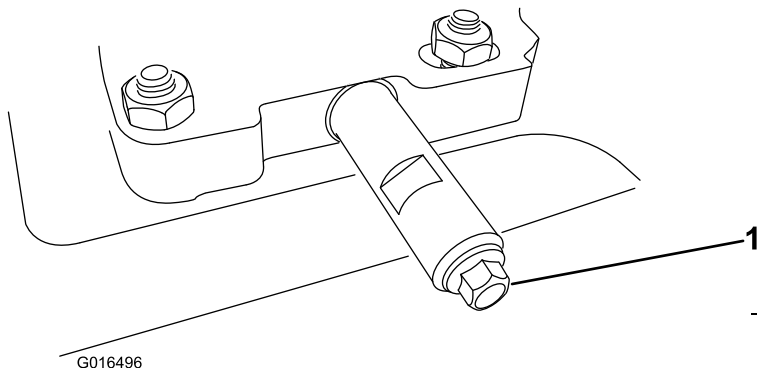

Figura 31
2. Limpe a zona em torno do tampão de drenagem do óleo (Figura 31).